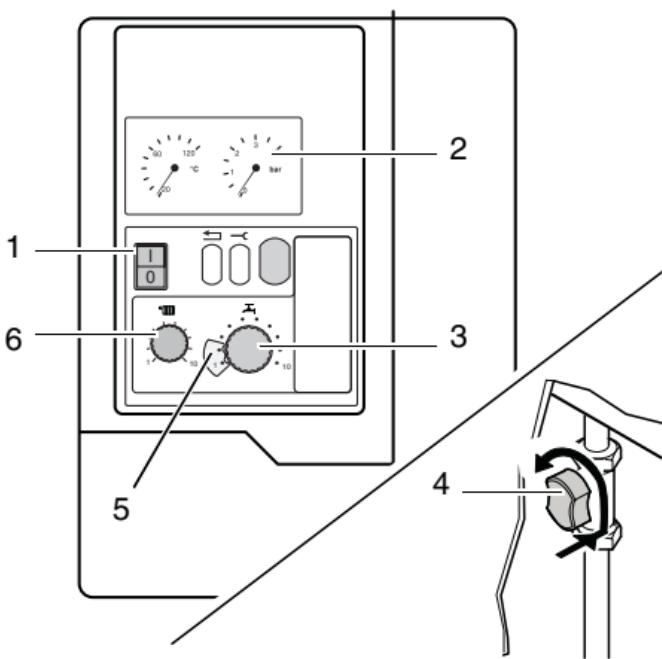

Fig. 9 Pannello di comando, indicazione della pressione, rubinetto di intercettazione del gas, indicazione della temperatura
- Impostare la temperatura di mandata sul regolatore (fig. 9, pos. 6) servendosi della tab. 1.
- Impostare la temperatura dell'acqua calda per EcoTATA Princess HRC24 con produzione integrata d'acqua calda sul regolatore (fig. 9, pos. 3) servendosi della tab. 2.
Per un maggiore risparmio energetico (nessuna funzione di mantenimento), porre il regolatore (fig. 9, pos. 3) sulla posizione "1" Avvio a freddo. Temperatura di uscita: 60 °C.
- Impostare la temperatura dell'acqua calda per EcoTATA Princess con accumulatore esterno sul regolatore (fig. 9, pos. 3) (consultando la tab. 3).
- Aprire il rubinetto di intercettazione del gas: premere e ruotare verso sinistra in posizione verticale (fig. 9, pos. 4).
- Porre l'interruttore di rete (fig. 9, pos. 1) in posizione "I". Il programma di avvio comincia e dopo ca. 30 s il bruciatore si accende.